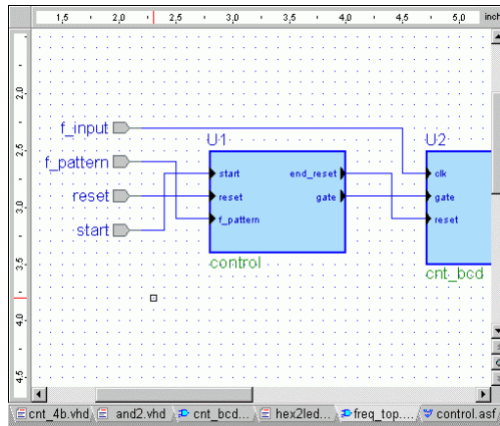

Рисунок 1.51 – Однопровідні з'єднання
1.2.8.10 Використовуючи інструмент  **Wire**, виконайте всі з'єднання для однопровідних ліній (рис.1.51). Збережіть створену схему, використовуючи <CTRL+S>.